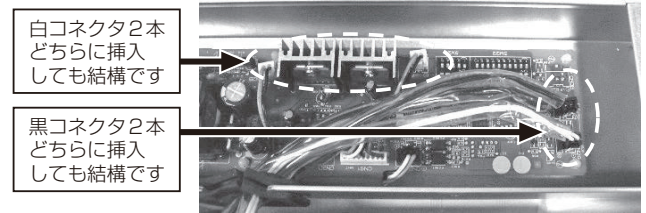

図9-1
- 2) 黒コネクタ (2P) 2 本、白コネクタ (2P) 2 本、赤コネクタ (2P) 1 本を昇降基板の同色コネクタに確実に差込んでください。(図9-1)